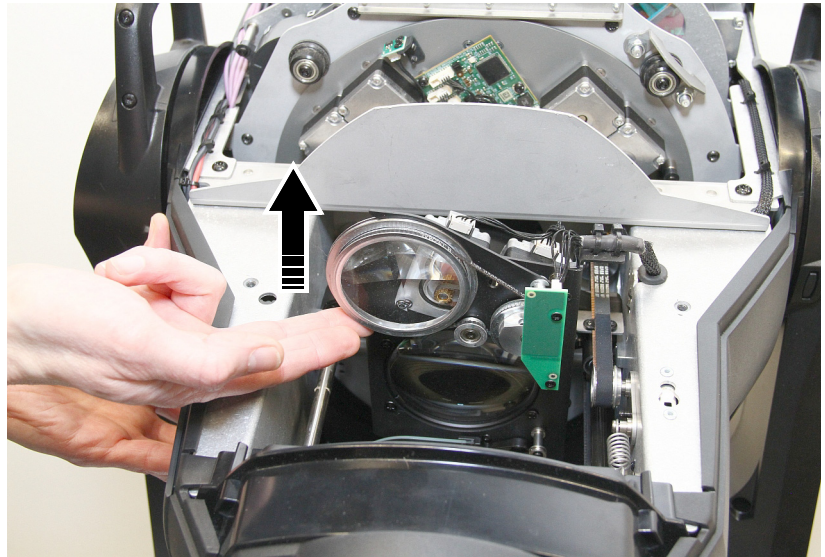

Figure 21 : Soulever le prisme
3. Voir Figure 21. Soulevez le prisme vers vous afin d'y accéder.